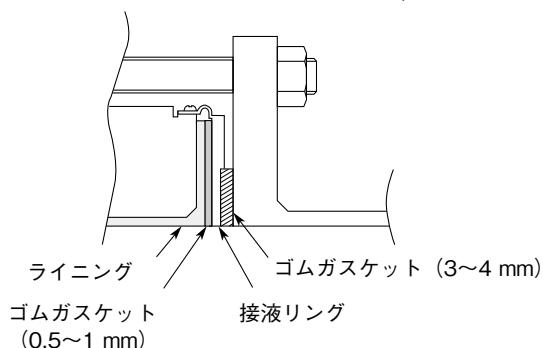

図2-19. 接液リングがSUS材質以外の場合(ゴムガスケット使用)
- ゴムガスケットを使用し、締付トルクを小さくして設置する場合は☞ 図2-19を参照してください。
次に、PTFEガスケットを取り外し、代わりに厚さ3～4mmのゴムガスケットを装着します。この状態で、図2-19のように配管に取り付けてください。